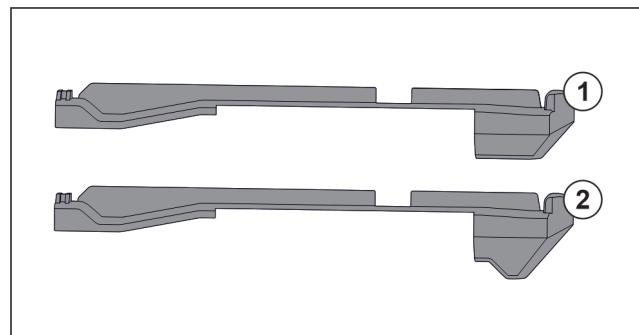

Fig. 29 Сравнение вставных частей
В устройстве находятся две разные вставные части. Вставная часть над самым нижним выдвижным ящиком Fig. 29 (2) имеет треугольную кромку. Все прочие вставные части Fig. 29 (1) имеют прямую кромку.
- Установите вставную часть Fig. 29 (2) с треугольной кромкой над самым нижним выдвижным ящиком.
- Установите вставную часть Fig. 29 (1) с прямой кромкой на все прочие места.